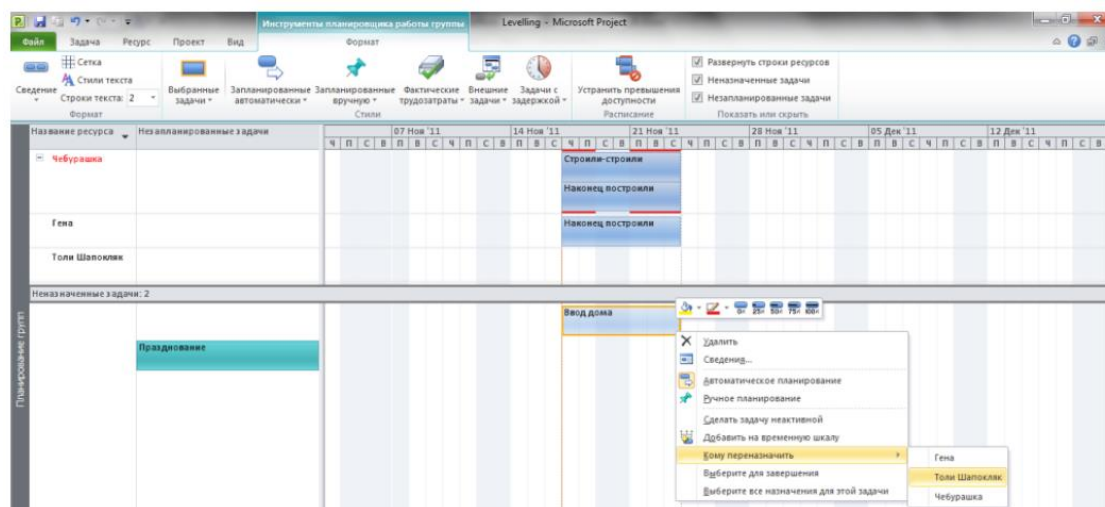
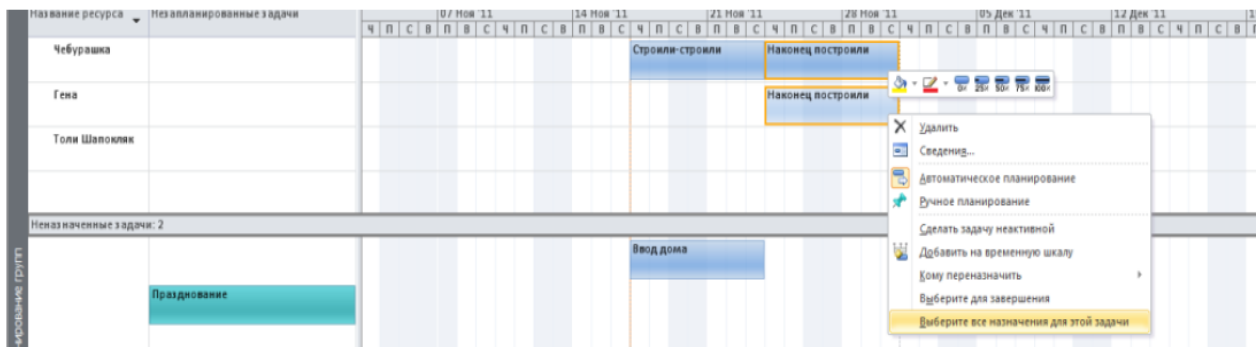

Рис. 7.5. Подання Планувальник груп
Рис. 7.6. Перенесення термінів виконання завдання у поданні **Планувальник груп**
**Вирівнювання за допомогою планувальника груп.** MS Project має інструмент *Планувальник груп*, який знаходиться у поданні з такою ж назвою (рис. 7.5). Принцип роботи такий: ви виділяєте навпроти завдання ЛКМ і переносите його на той час, який вам треба. Якщо ж на завданні зайняті декілька ресурсів, як наприклад, на завданні «Нарешті побудували», то треба клацнути правою кнопкою миші на цьому завданні і вибрати **Виберіть усі подання для цього завдання** і переносьте завдання на той час, який треба за технологією робіт (рис. 7.6). Ці дії рекомендується робити для завдань з переобтяженими ресурсами, час роботи яких буде в найближчому майбутньому.